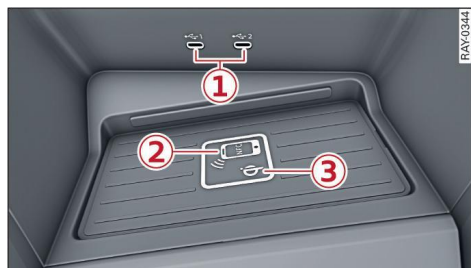

Fig. 132 Consola central delantera: Audi phone box con conexiones
teléfono ② ⇒ *pág. 198, fig. 132* centrado en la Audi phone box.
- Para cargar su teléfono móvil por USB, enchúfelo al puerto USB ① ⇒ *pág. 198, fig. 132*.
- Para cargar su teléfono móvil sin cables, colóquelo con la pantalla hacia arriba sobre el símbolo  ③ ⇒ *pág. 198, fig. 132* centrado en la Audi phone box.